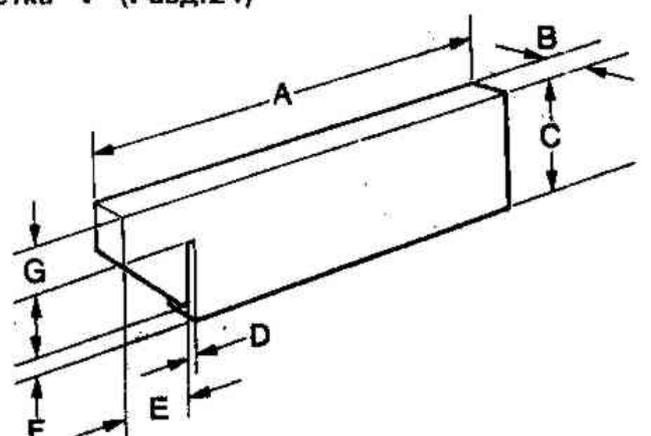

Рис.3.32. Приспособление для предварительной нагрузки. (А) = 67 мм, (В) = 6.4 мм, (С) = 19 мм, (D) = 1.6 мм, (E) = 9.5 мм, (F) = 3.0 мм, (G) = 6.4 мм (Разд.24)
6. **Регулировка вакуумного привода воздушной заслонки:** Для проверки этой величины необходимо специальное приспособление. Это приспособление можно приобрести по номеру каталога MS69 "Приспособление для предварительной нагрузки автоматической заслонки" или изготовить по чертежу на Рис.3.32. Приспособление должно быть сделано точно по размерам из мягкой стали и иметь вес 50-65 г. Установите дроссельную заслонку таким образом, чтобы кулачок занял верхнее положение (Рис.3.33), заведите двигатель и установите приспособление. Теперь замерьте зазор между пластиной заслонки и стенкой воздухопровода со стороны ускорительного насоса при помощи сверла соответствующего диаметра. Отрегулируйте ход подгибом рычага (Рис.3.33).